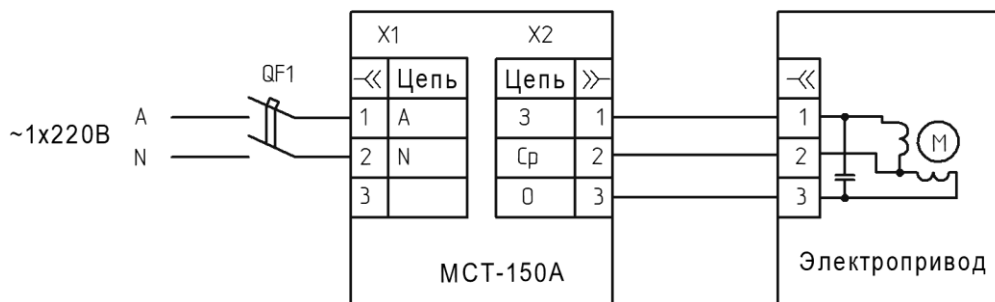

Рисунок 3 – Подключение силовых цепей блока
1.6.1 Блоки используются для подключения однофазных конденсаторных электродвигателей (см. рис.3).